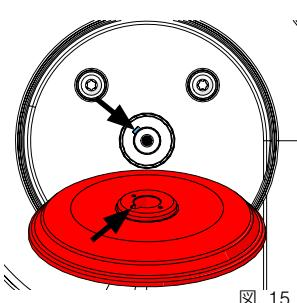

図. 15
- 新しいフランジ交換してください。>>> 噴み合い溝に注意してください（図15）。